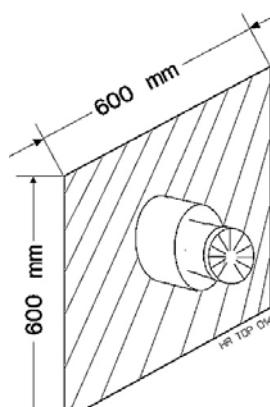

Fig. 23
- ▶ Rond de muurdoorvoer mogen zich in een gebied van 600 x 600 mm geen hindernissen (bv. vensterbank, regenpijp, enz.) bevinden (zie fig. 23).
- ▶ Aucun obstacle (p. ex. banquette, tuyau eau de pluie, etc.) ne peut se trouver dans une zone de 600 x 600 mm autour de l'évacuation murale (voir fig. 23).